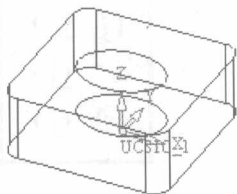

图 1-10
①【全局线框】: 模型以线框方式显示, 显示所有曲面的边界, 如图 1-10 所示。